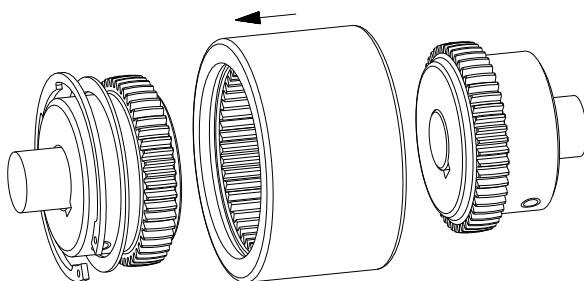

図 14
- ストップリングと C 形止め輪を合わせたハブのギヤに合わせてスリーブを取付けて下さい(図 14 をご参照)。